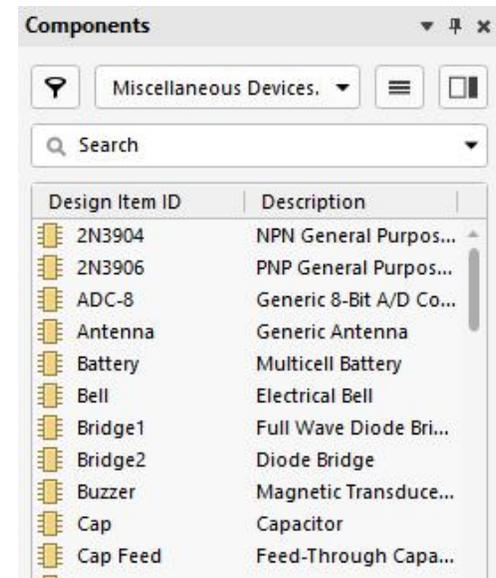
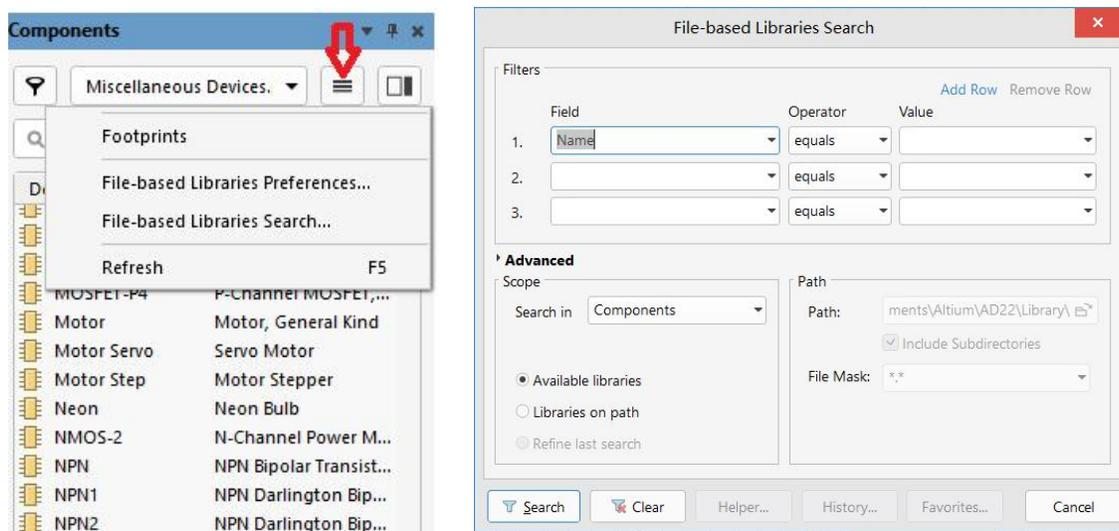

图3-7 “Components” 面板
图3-12 “File-based Libraries Search”对话框
方法一：连续按下P键，系统将弹出如图3-7所示的“Components”面板。
在搜索元器件对话框中“Search”（搜索）按钮用于在库中查找想要的元器件，Altium Designer提供了很强的元器件搜索功能。打开搜索元器件对话框方法如下：在图3-7所示的元器件库面板中单击箭头所指的“Options”按钮，弹出的选项（如图3-12左所示）中选择“File-based Libraries search...”即打开“基于文件的库搜索”（如图3-12右所示）对话框。
5) 查找“Volt”元器件。在图3-7所示的元器件库面板中单击箭头所指的“Options”按钮, 弹出的选项(如图3-12左所示)中选择“File-based Libraries search...”即打开“基于文件的库搜索”(如图3-12右所示)对话框。在“Filters”选项组的“Operator”下拉列表框中选择“contains”, 在“Value”文本框中填写“Volt”, 即在元器件库中查找元器件名中包含“Volt”的元器件, 单击“Search”按钮开始查找。若能搜到, 则会在“Libraries”面板的浏览器中出现跟该搜索匹配的所有元器件。